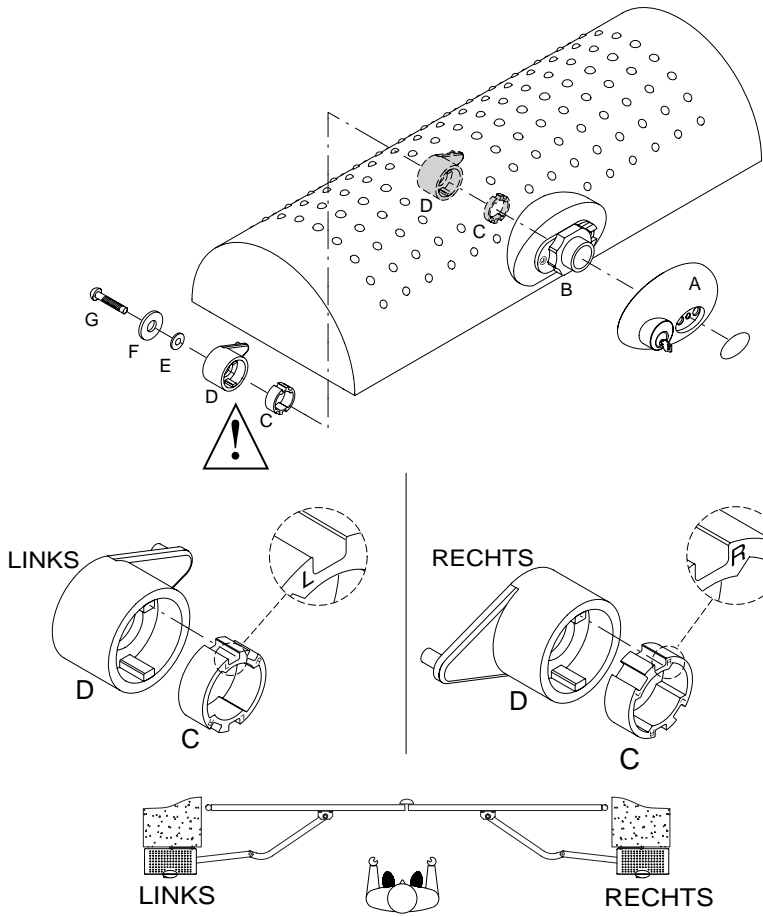
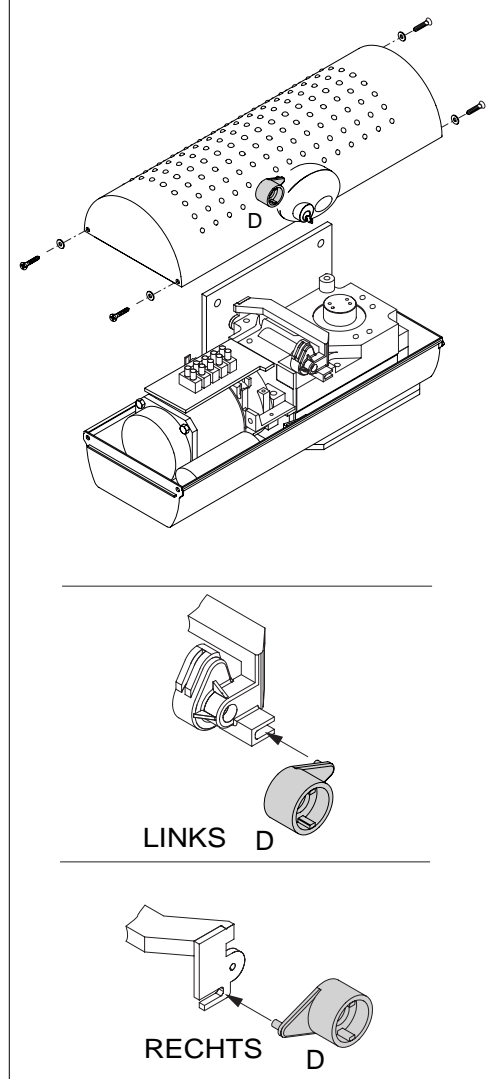

Fig. 9b
Fig. 9c
ACHTUNG: Der Entriegelungszahn der Buchse "D" muß - wie in Abb. 9b dargestellt - in die Buchse einrasten. Andernfalls ist es nicht möglich, die Notentriegelung zu öffnen.
- Prüfen Sie, ob die Hülse "D" waagrecht liegt (Abb. 9b) und schließen Sie die Abdeckung, indem Sie die Frontseite (wo der Entsperrgriff sitzt) wie in Abb. 9c dargestellt, ansetzen.